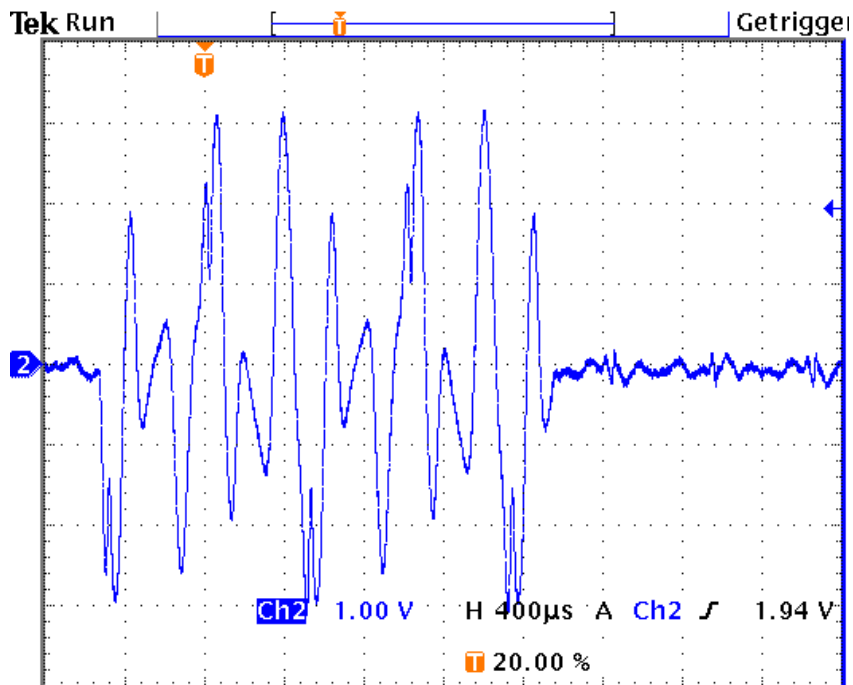
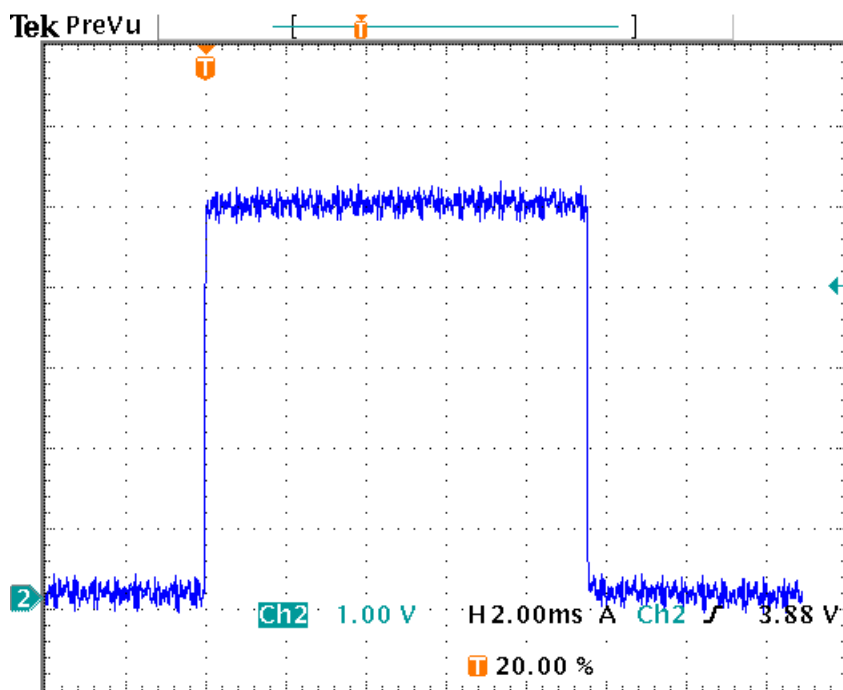

Abb. 2 Modulations-Störung während der Datenaufnahme der Störkorrektur-Einrichtung, Unterdrückungs-Wirkung = ca. 30dB; Messbereich 7/300µA
Abb. 3 Testpuls (Messbereich 7/300µA)
14. Wenn in diesem Betriebszustand an der Hand-Steuerbox RANGE Nr.  $7/300\mu\text{A}$  eingestellt ist, triggert und zeigt das Oszilloskop bei pos. Triggerpegel möglicherweise nicht nur den Testpuls (s. **Abb. 3**), sondern abwechselnd auch etwa 2 Perioden der unter 13. genannten unkorrigierten Modulations-Störung (ca. 1 kHz, s. **Abb. 2**) – dies ist völlig normal und zeigt an, dass die automatische Störkorrektur ordnungsgemäss arbeitet. Das Störsignal kann auf Wunsch durch einen entsprechend höher eingestellten Triggerpegel wieder ausgeblendet werden. Der Testpuls ist übrigens durch Drücken der TEST-Taste im LOCAL-Betrieb jederzeit abschaltbar.